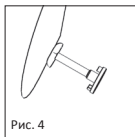

Рис. 4
■ **Рис.4** Часть измерителя в виде поршня используется в ходе измерения для наложения на основание стремечка. Плоская часть предназначена для опоры на барабанную перепонку. Толщина трансплантата (например, хрящевого диска) используется потом для выравнивания барабанной перепонки и учитывается при расчете длины протеза. После того, как найдена оптимальная длина, можно отрегулировать/выбрать соответствующую длину тотального протеза.